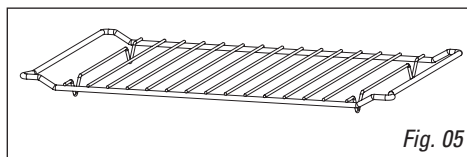

Fig. 05
- **Het rooster (Fig. 05):** hiermee kunt u roosteren, een bruin laagje aan uw gerechten geven. Het rooster mag nooit met andere metalen schalen gebruikt worden met de microgolven, grill + microgolven of hetelucht + microgolven functies. U kunt voedingsmiddelen echter verwarmen in een aluminium bakje door een bord tussen het bakje en het rooster te plaatsen.